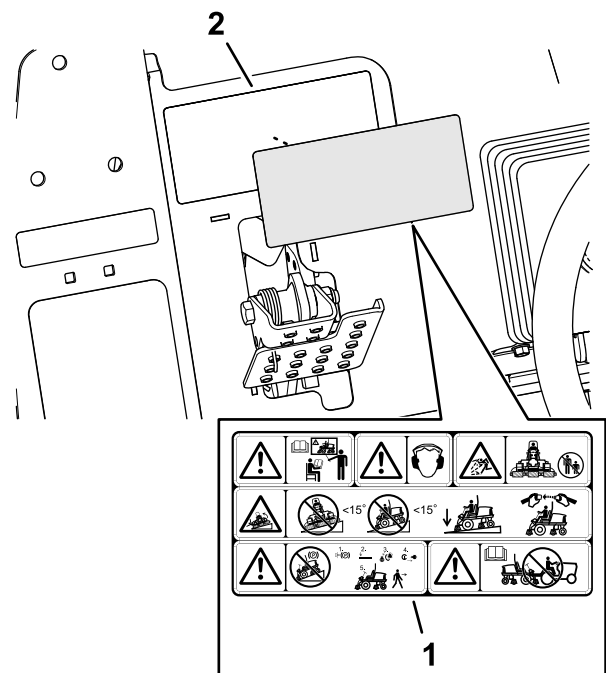

Figura 39
- Utilice alcohol y un trapo limpio para limpiar la superficie de la pegatina de advertencia 133-2930, y deje que la pegatina se seque (Figura 39).